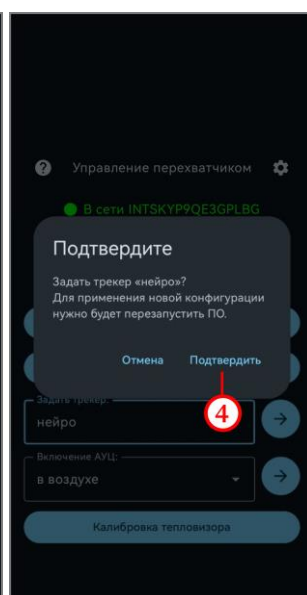

Рисунок 21
- подтвердить действие на открывшейся форме (рисунок 21, шаг 4);